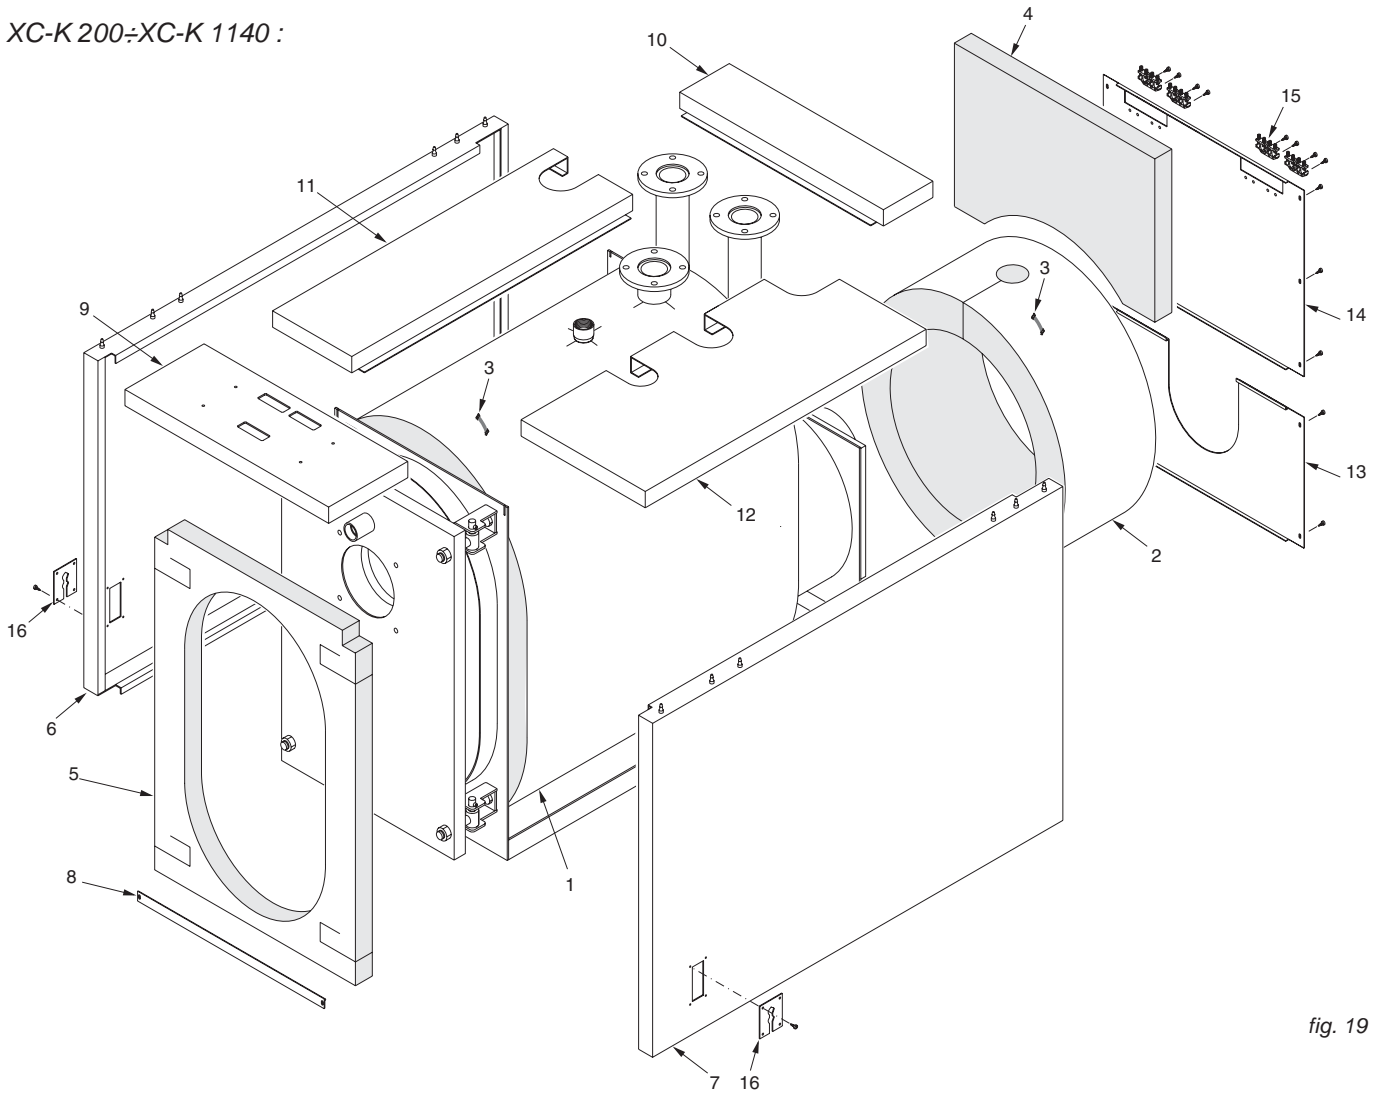

fig. 19
**N.B.** Pour les modèles compris entre les **XC-K 480** et **XC-K 2160** (voir les fig. 19 et 20), les panneaux de l'habillage et le manteau isolant de la chaudière sont contenus dans 3 cartons marqués :
## Séquences de montage (voir fig. 19 et 21) :